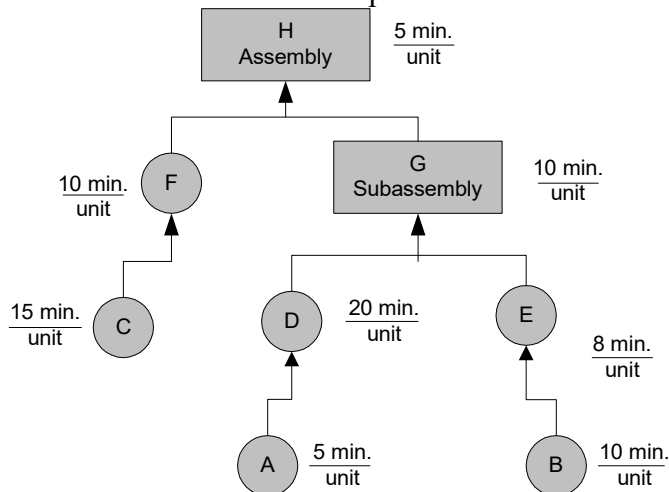

Figura 2 – Esquema de Produção
2. As operações mostradas na Figura 2 estão disponíveis 480 minutos por dia. A demanda do mercado é de trinta unidades por dia. Com base nesta informação, determine:
- A que tipo de estrutura VAT a Figura 2 se assemelha?